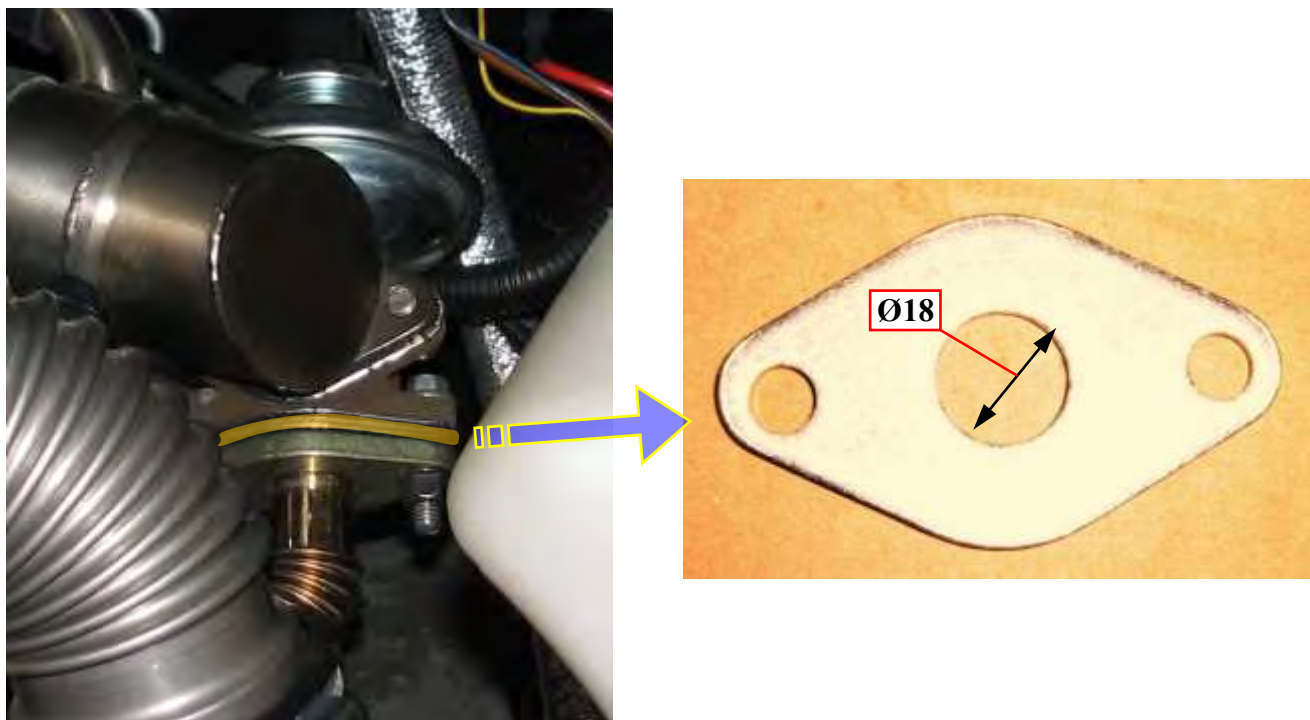

Рис.68. Внешний вид и место установки проставки
**Проставка системы рециркуляции отработавших газов (рис.68) изготовлена из стали 08кп толщиной 4 мм. Проставка устанавливается между КРОГ и трубкой рециркуляции. Основное назначение – обеспечить уплотнение трубки рециркуляции. В проставке выполнено калиброванное отверстие  $\text{Ø}18$  мм ограничивающее расход рециркулируемых газов.**